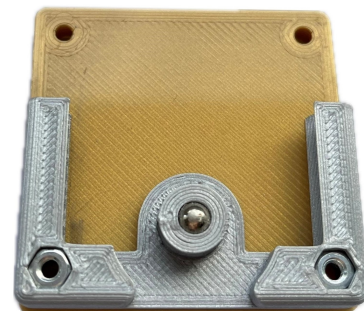

Abb. 5: Rahmen auf dem Würfelboden
- (2) Legen Sie den Rahmen auf den **01B_Go_V*_CUBE_BASE 1X1_CLOSED** und drücken Sie jeweils eine **MUTTER, M3** in die dafür vorgesehenen Öffnungen (Abbildung 5).